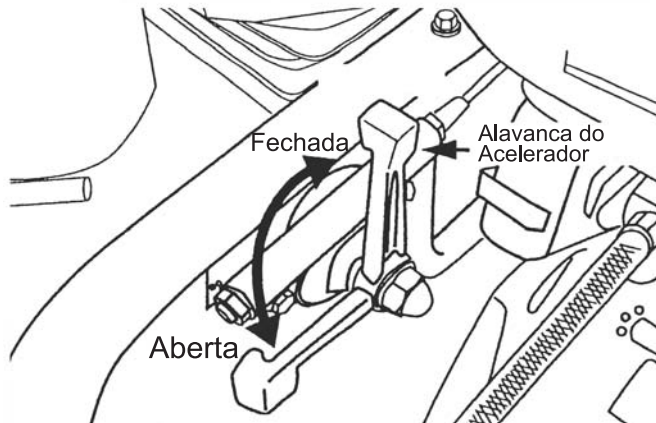

Figura 11. Alavanca do Acelerador (Totalmente Aberta)
1. Para dar partida à ação do compactador de percussão, mova a alavanca do acelerador (Figura 11) rapidamente de **IDLE (MARCHA LENTA)** (fechado) para a posição **FULL OPEN (TOTALMENTE ABERTA)**. **NÃO** mova a alavanca do acelerador lentamente para não causar danos à embreagem ou à mola.